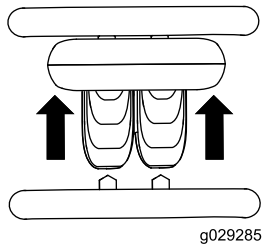

Bild 7
- Bewegen Sie den Fahrmanipulator nach vorne, um vorwärts zu fahren (**Bild 7**).